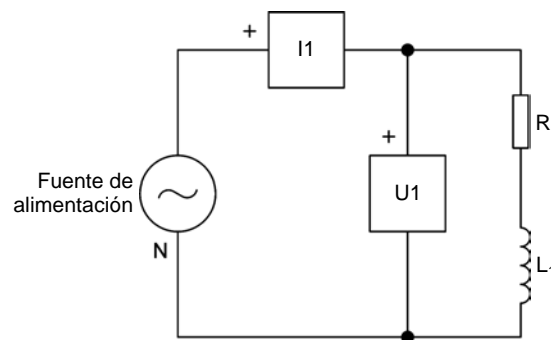

Figura 17. Circuito inductivo y resistivo simple.
6. Conecte el equipo como se muestra en la figura 17.
Los terminales rojos de las entradas **U1** e **I1** del módulo **DACI** corresponden a los terminales identificados con un signo (+) en la figura 17.